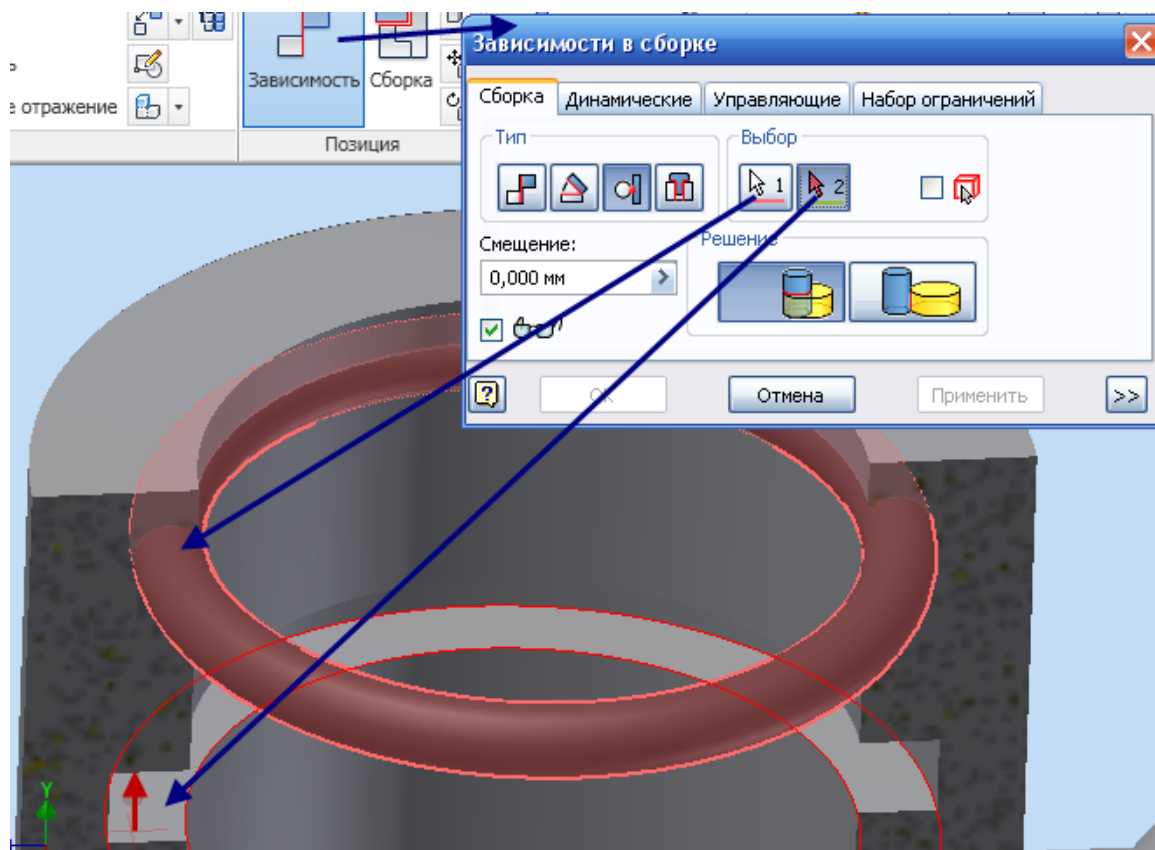

Рис. 3.66. Наложение зависимости
**Касательность** → в поле **Решение** →  (**Внутри**) (рис. 3.66).